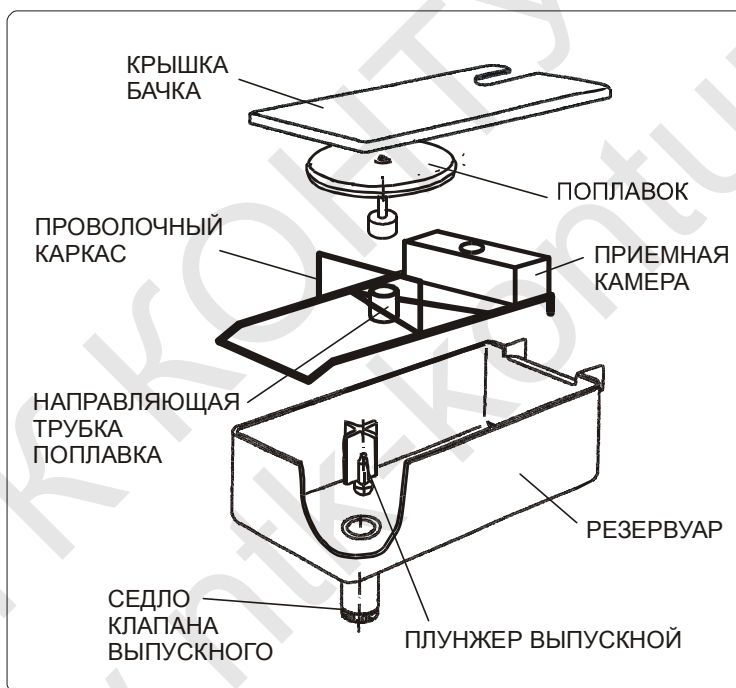

Рисунок 1.1
1.4 Порядок выполнения санитарной обработки накопительного бачка (см. Рисунок 1.1).